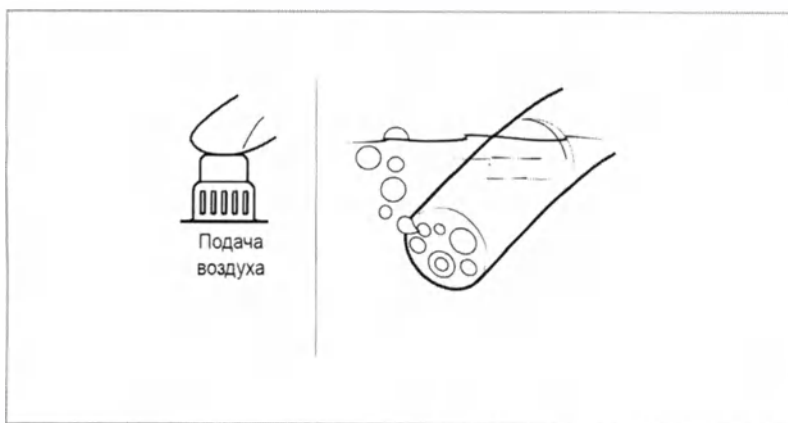

Рисунок 4.14
6. Погрузите дистальный конец эндоскопа в стерильную воду и осторожно закройте воздушное отверстие клапана подачи воздуха/воды эндоскопа. Проверьте, выходит ли воздух из дистального конца эндоскопа, и образуются ли пузырьки воздуха (см. рисунок 4.14).